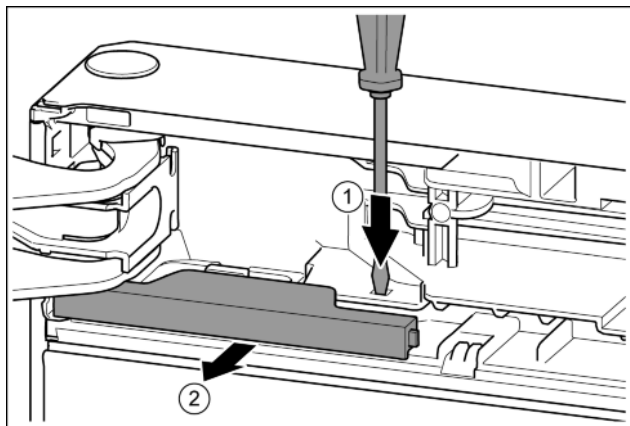

Fig. 10
- Нажать накладку шлицевой отверткой. *Fig. 10 (1)*
- Вынуть крышку из зацепления. *Fig. 10 (2)*